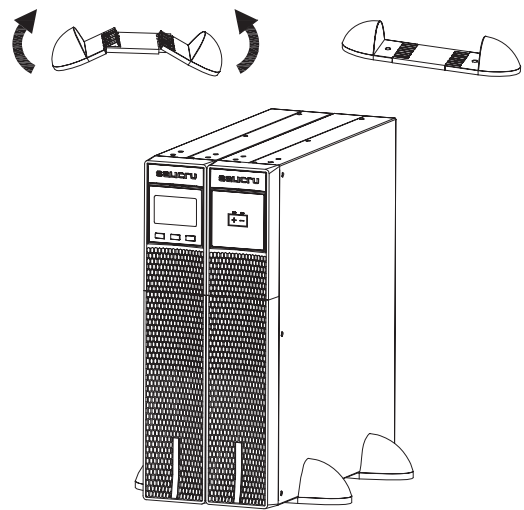

Abb. 7. Modell in vertikaler Montage -Turmausführung- mit Autonomieerweiterung (Batterieminimal).
- Die USV und das Batteriemodul zwischen den beiden Sockeln (siehe Abb. 7) und mit einem Abstand von 70 mm von jedem Ende, ähnlich wie in der Abb. 7 dargestellt, stehend aufstellen.